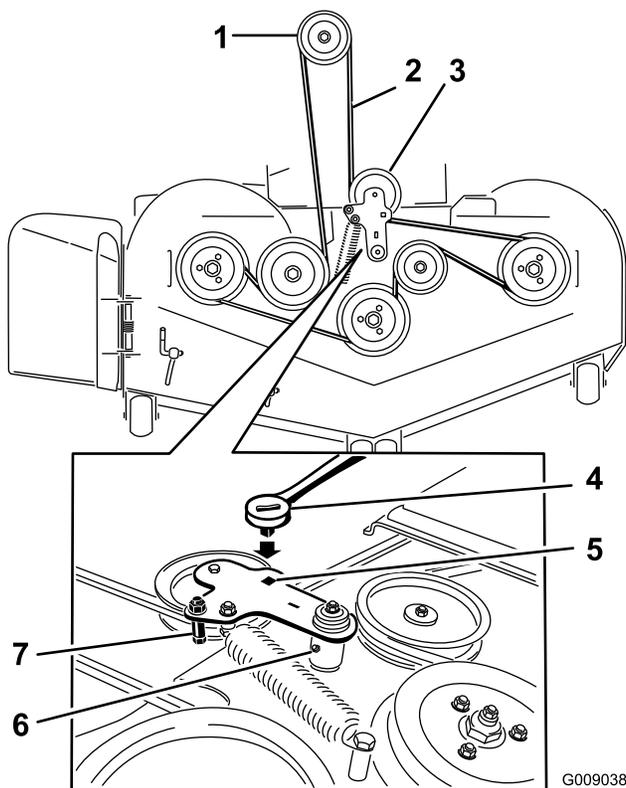

Figure 73
5. Insérez un rochet dans le trou carré du bras de la poulie de tension pour détendre le ressort de la poulie de tension (Figure 73).
7. Enlevez le guide de courroie situé sur le bras de la poulie de tension rappelée par ressort, comme montré à la Figure 73.
9. Acheminez la courroie neuve autour des poulies du tablier de coupe et de la poulie d'embrayage, sous le moteur (Figure 73).
10. Montez le guide de courroie sur le bras de la poulie de tension, comme montré à la Figure 73.
11. Insérez le rochet dans le trou carré et montez le ressort de la poulie de tension (Figure 73).